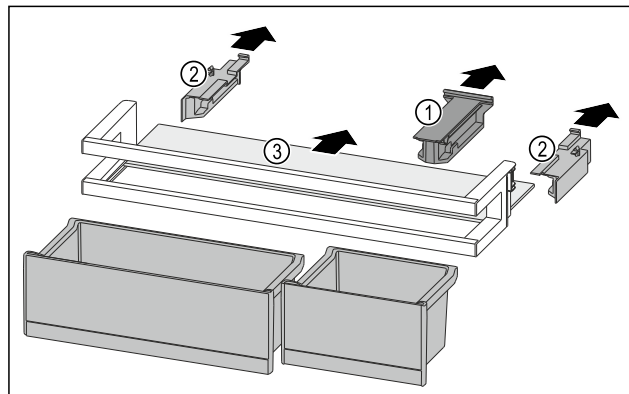

Fig. 223
- Držák Fig. 223 (1) stáhněte.
- Boční díly Fig. 223 (2) stáhněte.
- Odkládací plochu Fig. 223 (3) odeberte.